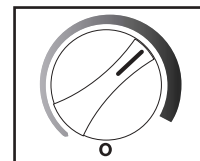

Fig. 15
* Cuando alcance el nivel máximo de refrigeración, vuelva a girar la perilla de control a la posición de 2 en punto del dial graduado azul de control. Ver Fig. 15.